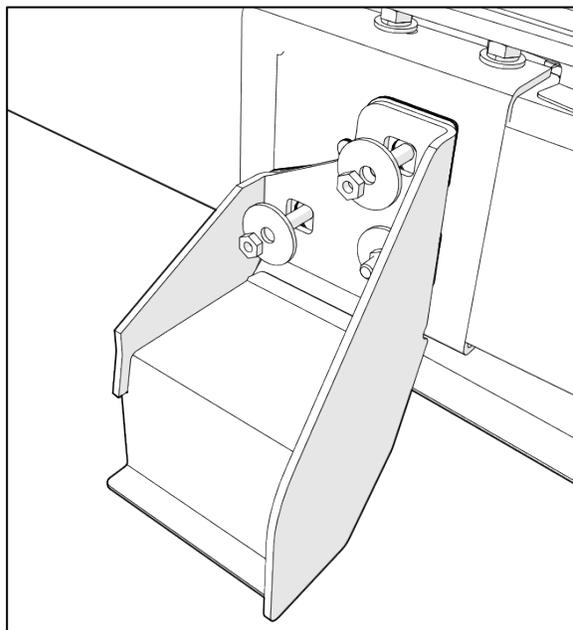

FIGURE 7
7. Sur le côté gauche, desserrer les écrous du pare-chocs (deux) tels que montrés sur la Figure 7. Ne pas retirer complètement les écrous.